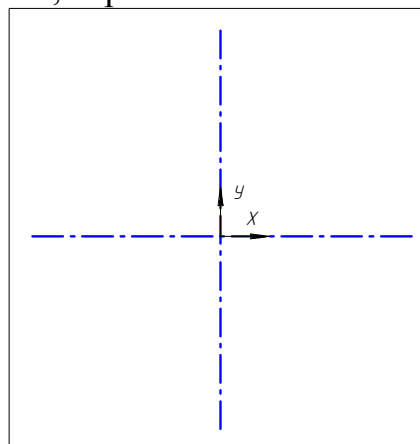

Рис.2.13.
2. За допомогою команди **Отрезок** панелі Геометрія побудуйте дві осьових відрізка, що перетинаються під прямим кутом в точці початку координат довжиною горизонтальна – 88 мм, вертикальна – 200 мм.(рис. 2.13.)
3. За допомогою команди **Паралельная прямая** побудуйте допоміжну пряму 1 паралельну горизонтальній вісі симетрії на відстані 80 мм вгору і допоміжну пряму 2 паралельну вертикальній осі симетрії на відстані 35 мм по обидві сторони (рис. 2.13)